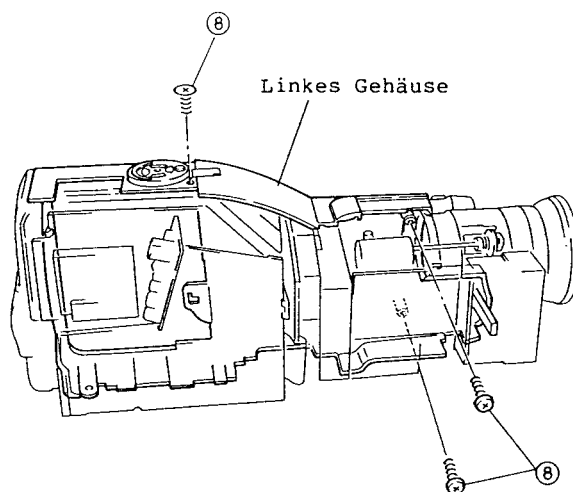

Abb. 2-11
8. Drei (3) Befestigungsschrauben des linken Gehäuses entfernen (siehe Abb. 2-11).